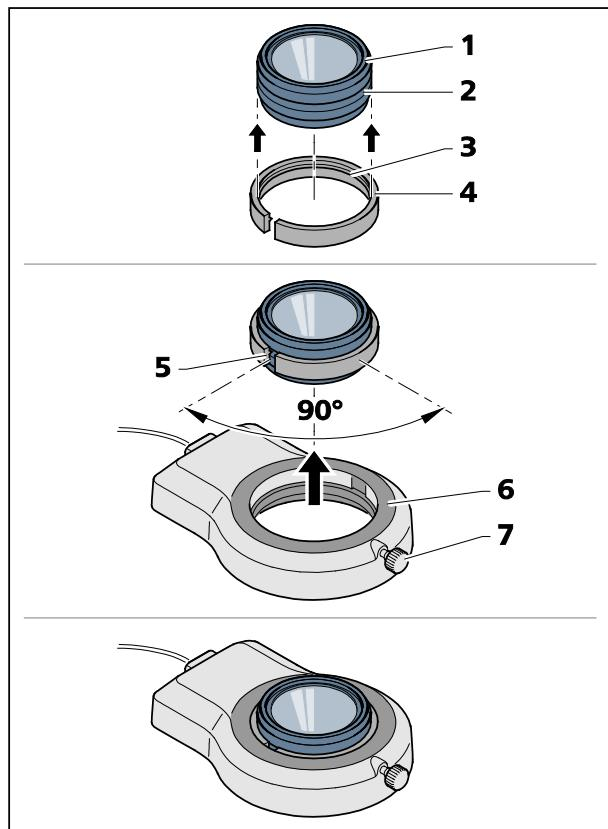

図 14 リングライトの光学ヘッド 3 への取り付け
- 同梱のスリットアダプター (図 14/4) (外径 : 66 mm、内径 : 58 mm) を下側から光学ヘッド (図 14/1) にかぶせます。アダプター内周のビード (図 14/3) は、光学ヘッドの外側の溝 (図 14/2) にかみ合わせてください。
- リングライト (図 14/6) をアダプターの外径上にスライドし、固定ネジ (図 14/7) で固定します。
アダプターの溝 (図 14/5) とリングライトの固定ネジ (図 14/7) が約 90°ずれている時、最も効果的に固定されます。